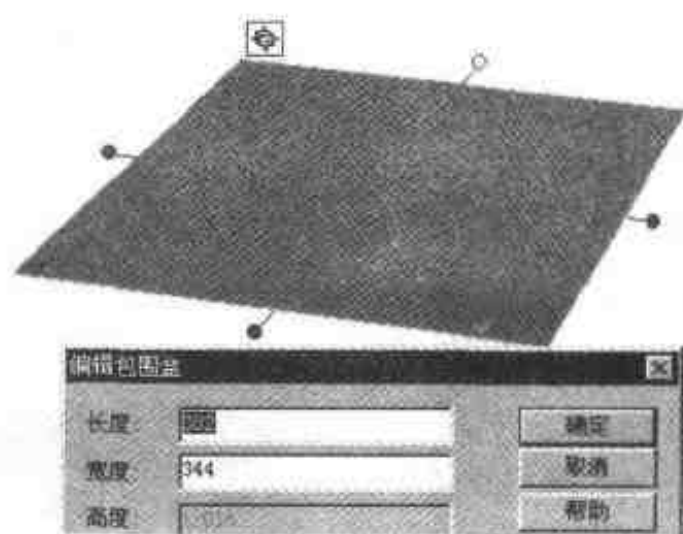

图 4.93 拖入板料
(2) 从【钣金】设计元素库将一个【板料】拖放到设计环境中, 并设定好包围盒参数, 如图 4.93 所示。